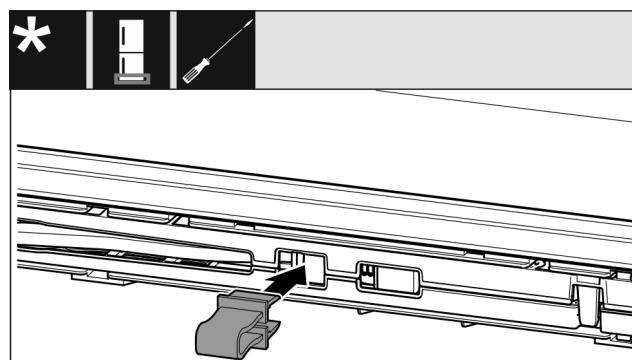

Fig. 14
- ▶ Зафиксируйте предохранитель в отверстии Fig. 14 () .